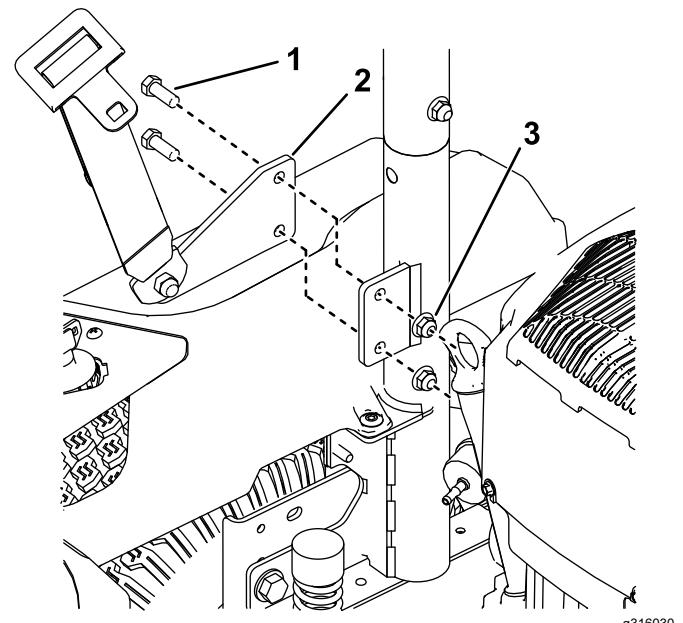

Figura 13
- 2. Montate le staffe delle cinture di sicurezza sull'esterno dei supporti del ROPS (Figura 13).
- 5. Montate la staffa sinistra del guscio sul telaio della macchina con 2 viti autofilettanti (5/16" x 3/4") come mostrato nella Figura 13.